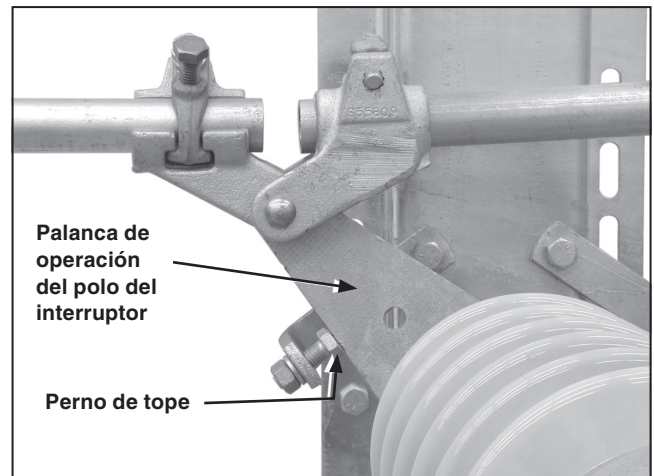

Figura 28. Verificación de que la palanca de operación del polo del interruptor está a $\frac{1}{16}$ de pulgada (2 mm) del tornillo de retén.
- (b) Cada una de las palancas de operación de los polos del interruptor debe quedar contra su tope de cierre. Ver Figura 28.